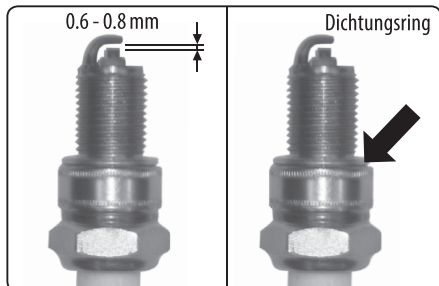

Abb. 12
- Falls die Zündkerze sichtbar abgenutzt oder verrußt ist oder der Isolator geplatzt ist oder dieser abblättert, ist die Zündkerze auszutauschen. Kontrollen Sie mit einer Schiebelehre, ob die Entfernung der Elektroden 0,6-0,8 mm beträgt und ob der Dichtring in Ordnung ist (siehe Abb. 12).